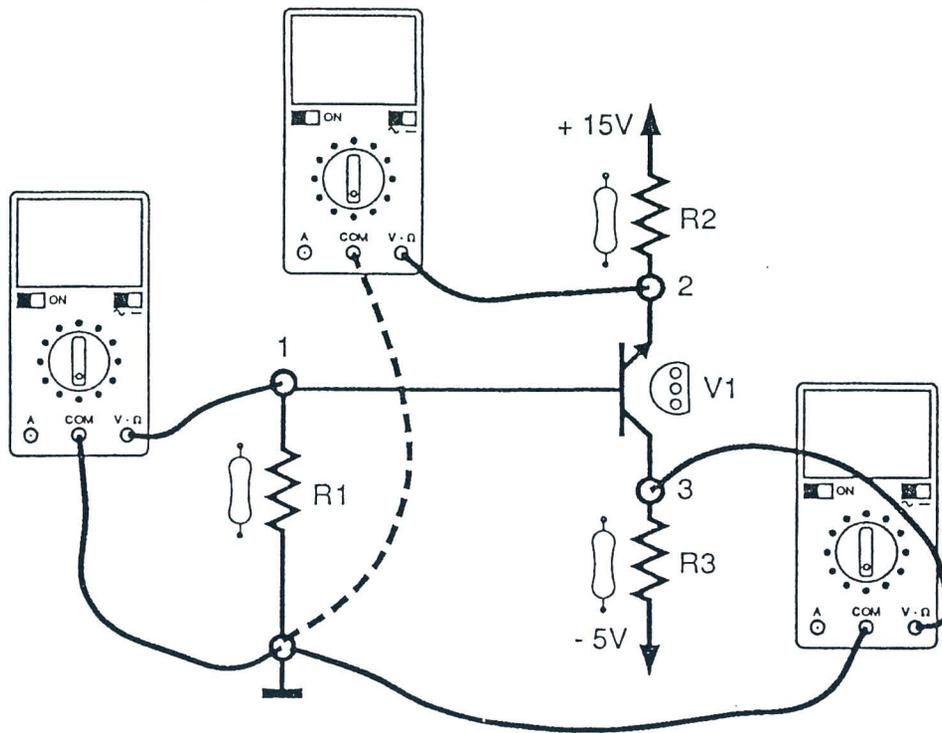

Fig. 5.2
6. Conectar los multímetros, ajustados como voltímetros, como se muestra en la Fig. 5.2;
14. Trazar en la Fig. 5.2 la línea de carga, considerando como puntos extremos los valores de  $I_{c(sat)}$  y  $U_{CE(cor)}$ ;
15. Situar en la Fig. 5.2 el punto de reposo Q que tiene por coordenadas los valores medidos de  $I_c$  y  $U_{CE}$ : el punto Q esta en la línea de carga estática;